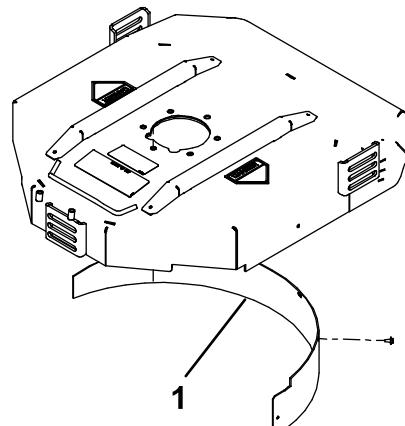

図 6
2. 後部の取り付け穴にマルチングバッフルを取り付け、フランジヘッドボルト 5 本で固定する図 6。